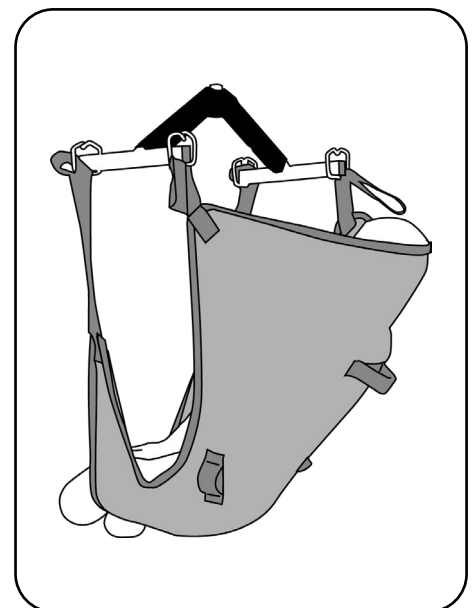

Abb. 8.3.04 - Anheben des Patienten
14. Heben Sie den Patienten mit dem aks-Patientenlifter an (Abb. 8.3.04). Beobachten Sie dabei den Patienten und die Straffung des Liftergurtes. Korrigieren Sie gegebenenfalls den Sitz des Liftergurtes durch erneutes Ablassen des Patienten und Verschieben der ungünstig sitzenden Teile des Liftergurtes. Beobachten Sie während des gesamten Hebevorganges ständig den Patienten und den Sitz des Liftergurtes. Heben Sie den Patienten nur so hoch wie nötig.